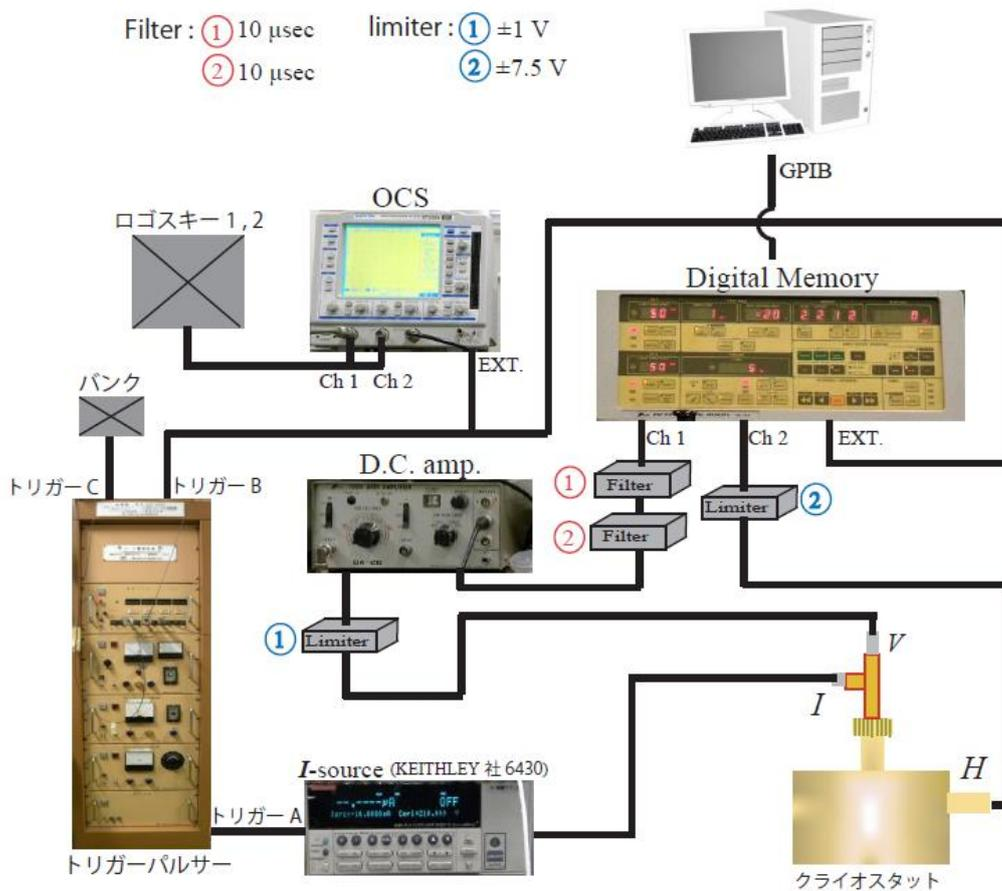

図 5 : パルス強磁場下直流電気抵抗測定システムの回路図
14.  $R-T$  測定が測定できたならば、次に  **$R-H$  測定** の準備をする。パルス強磁場下直流電気抵抗測定システムの回路図 ( 図 5 ) を下に示す。